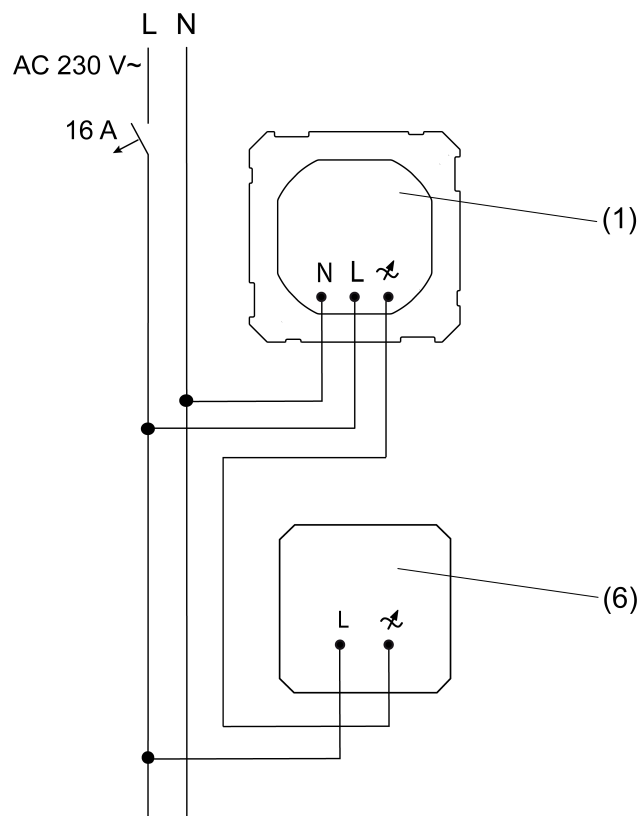
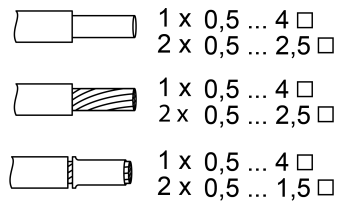

Bild 2: Für dimmbare Lichtaufsätze: Anschlussplan für LED-Dimmer 2-Draht (6)
Bild 5: Klemmbarer Leiterquerschnitt
-  Klemmbaren Leiterquerschnitt beachten (Bild 5).
- Plug & Light Unterputz-Einsatz (1) für dimmbare Lichtaufsätze gemäß folgender Anschlusspläne anschließen:
- LED-Dimmer mit 2-Drahtanschluss (6) (Bild 2)